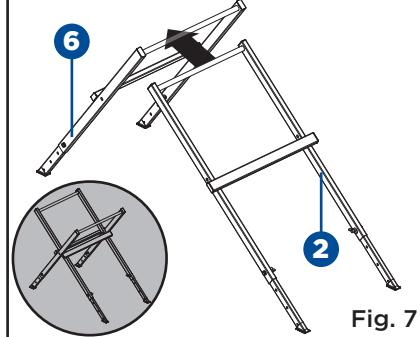

Fig. 7
- Placez l'assemblage intérieur du socle (2) dans l'assemblage extérieur du socle (6). Le socle formera un « X ». (Fig. 7)